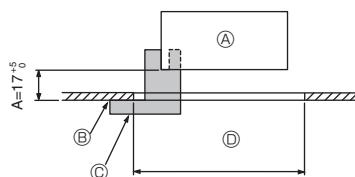

Fig. 9-2
① Решетка	1	950 x 950 (мм)
② Винт с привязанной прокладкой	4	M5 x 0,8 x 25
③ Шаблон	1	(Поделен на 4 части)
④ Фиксатор	3
⑤ Винт	4	4 x 8
⑥ Винт	1	4 x 12
⑦ Беспроводной пульт дистанционного управления	1	для PLP-6BALM, PLP-6BALME
⑧ Угловая панель i-see sensor	1	для PLP-6BAE, PLP-6BALME
9.2. Подготовка к установке вентиляционной решетки (Fig. 9-2)
- С помощью поставленного в комплекте шаблона ③ отрегулируйте и проверьте положение устройства по отношению к потолку. При неверном расположении устройства по отношению к потолку возможно прохождение воздуха или накопление конденсации.